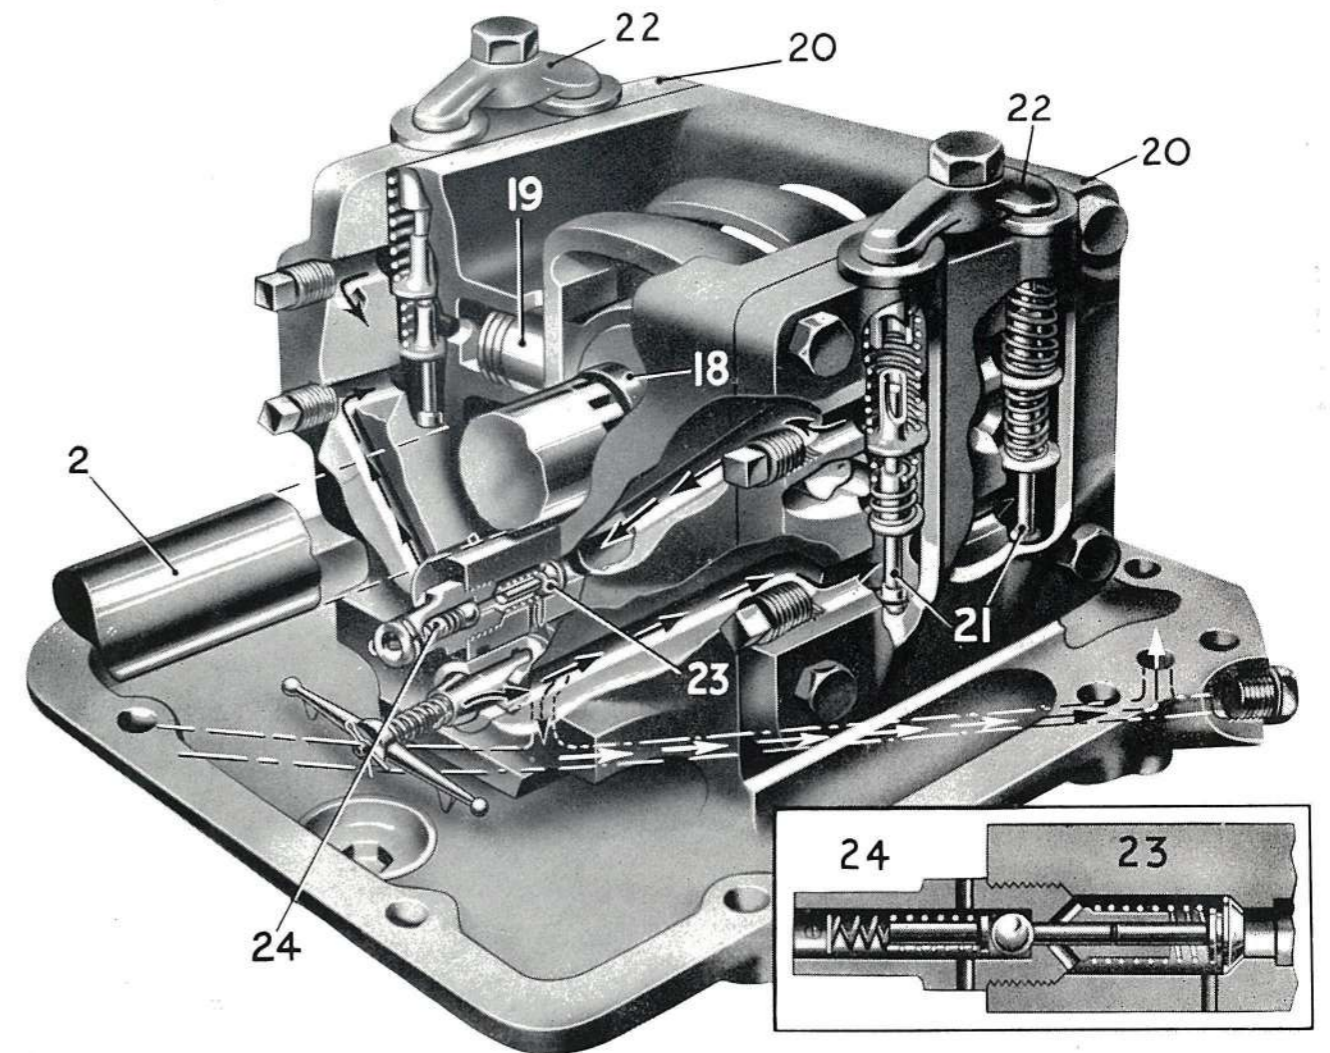

FIG. 5
### FONCTIONNEMENT DE LA POMPE HYDRAULIQUE (Fig. 5)
**MÉCANISME DE LA POMPE (Fig. 5 et 7)**